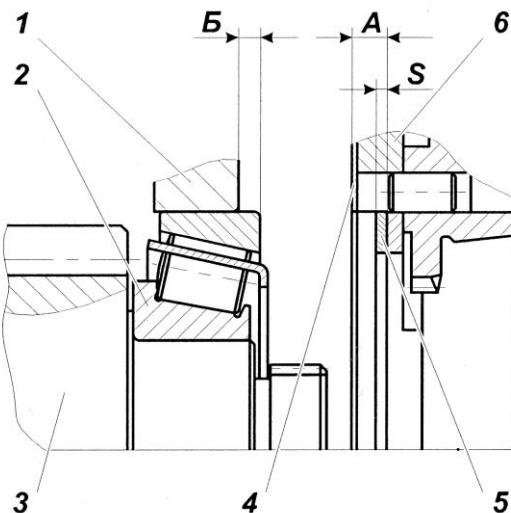

Рис. 99:
3.1 Замерить абсолютные величины размеров А (между торцами уплотнительной прокладки и проставки) и Б (между торцами картера и подшипника) рис. 99. При этом, торец ступицы шестерни привода промежуточного вала должен быть плотно (под усилием собственного веса вала) прижат к торцу технологического приспособления, а наружное кольцо заднего подшипника - к роликам.
4 Демультиплексатор с установочными прокладками, подобранными по п. 3, пристыковать к картеру коробки передач, обеспечив затяжку болтов крепления демультиплексатора к коробке передач с $M_{kp}=215,74...274,5 \text{ Н}\cdot\text{м}$ ($22...28 \text{ кгс}\cdot\text{м}$). Перед установкой демультиплексатора на уплотнительную прокладку поз. 5 (рис. 99) с обеих сторон нанести герметик УГ-9 ТУ 6-01-1326-86 или УГ-6 ТУ 6-01-1285-84 непрерывной полосой шириной 2...3 мм по контуру.